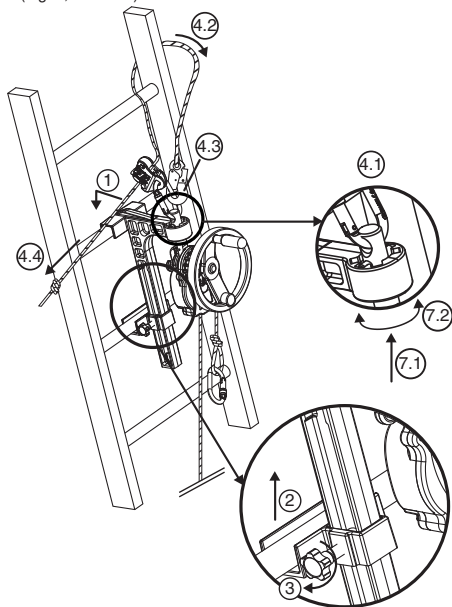

Fig. 6
6.3.2 Aparato DEROPE™ UP B (Fig. 6)
1. Colocar la consola grande bloqueable en el barroto de la escalera en la posición escogida para realizar la operación de salvamento, por encima de la persona a evacuar (Fig. 6, 1).
2. Hacer subir la corredera de bloqueo hasta el nivel del barroto inmediatamente debajo de aquel que recibe la consola grande (Fig. 6, 2).
3. Apretar el eje de bloqueo de la corredera utilizando el botón de apriete que se encuentra en el costado de la consola (Fig. 6, 3).
- Fijar el conector del dispositivo de ajuste LCM 05 en el agujero de la parte superior del eje de enganche (Fig. 6, 4.1).
- Pasar la correa de aseguramiento alrededor del barrote de la escalera situado encima de la consola rodeando uno de los montantes de la escalera (Fig. 6, 4.2).
- Conectar el conector de la correa de aseguramiento en el conector del dispositivo de ajuste LCM 05 (Fig. 6, 4.3).
- Tensar la correa de aseguramiento tirando del ramal libre (Fig. 6, 4.4).
7. Orientar el aparato DEROPE™ según la necesidad modificando la posición del eje de enganche en el dispositivo de indexación (Fig. 6, 7.1 – 7.2).